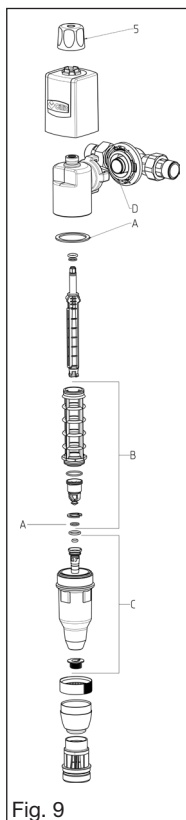

Fig. 9
- Eléments d'étanchéité (A fig 9)
- Élément filtrant (B fig 9)
- Bol transparent (C fig 9)
- Joints toriques pour baïonnette (D fig 9)